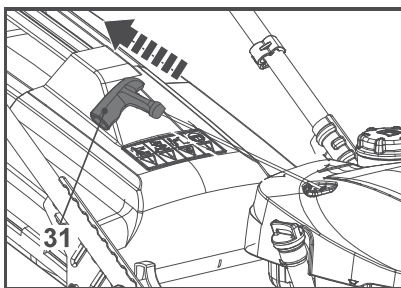

Fig. 11
2. Puxe ligeiramente a pega do arrancador de recuo (31) até sentir resistência e, em seguida, puxe rapidamente. Repita até que o motor arranque (Fig. 11).